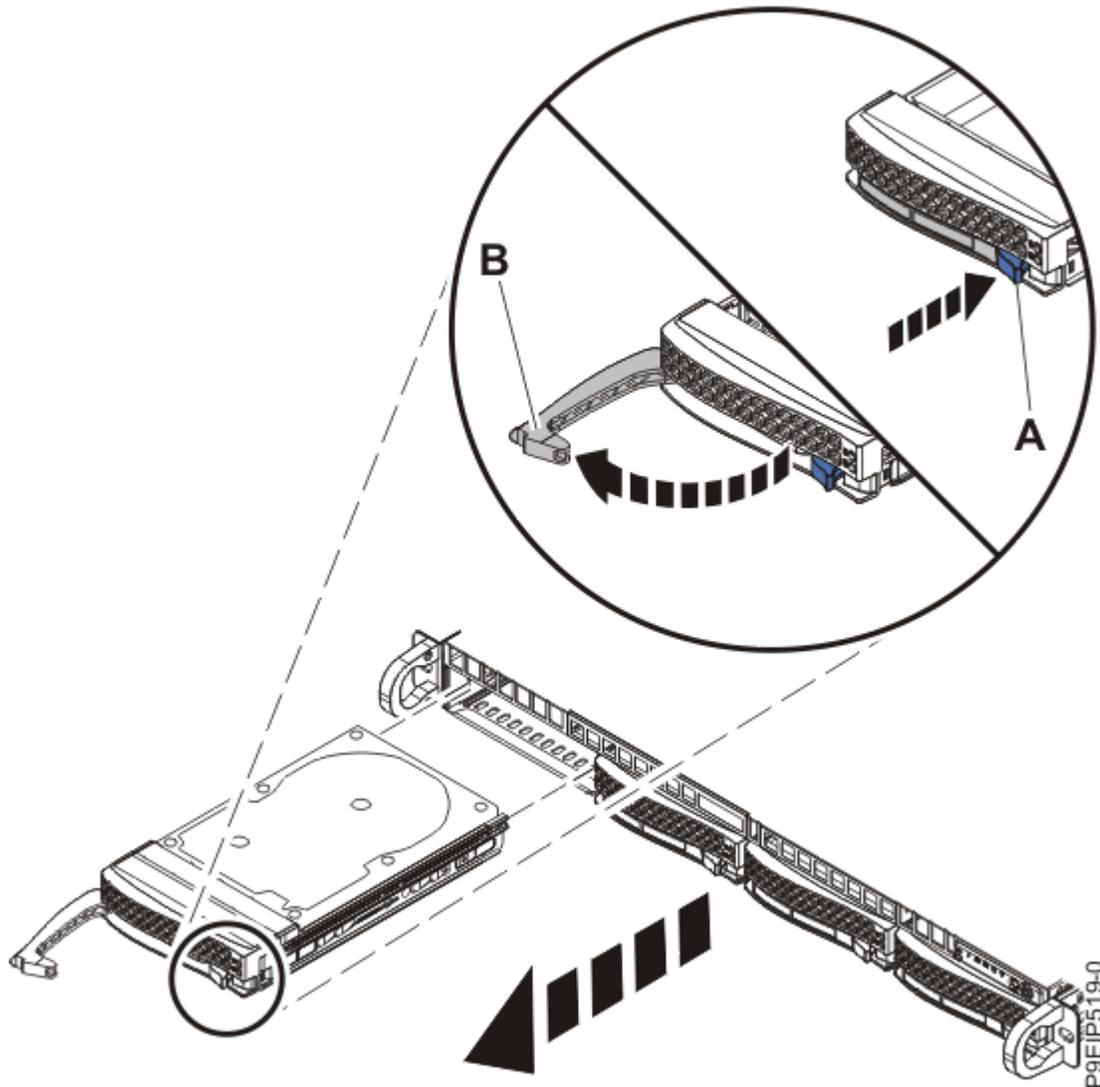

Figure 1. Retrait d'une unité de disque
3. Compte tenu des informations de position, déverrouillez la poignée de la baie d'unité (**B**) en appuyant sur son loquet de libération (**A**) comme illustré dans la Figure 1, à la page 4. Tirez la poignée de la baie d'unité (**B**) vers vous. Si la poignée de la baie d'unité n'est pas repliée, l'unité de disque ne peut pas glisser hors du système. Extrayez l'unité de disque du système en la soutenant par la base.